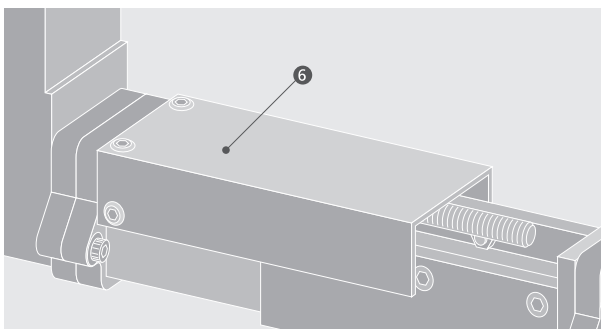

Abbildung 7.2.3
- Deckel (6) beider Kanallängenausgleicher demontieren. Kanallängenausgleicher sind immer paarweise montiert (bei Umlenkungen übereinander, bei 180°-Kurven rechts und links). (Abb. 7.2.3)
- Einstellmutter (7) lösen und Kettenspiel durch gleichmäßige Justage beider Kanallängenausgleicher korrigieren. Richtige Einstellposition durch Kontern der Einstellmutter fixieren.